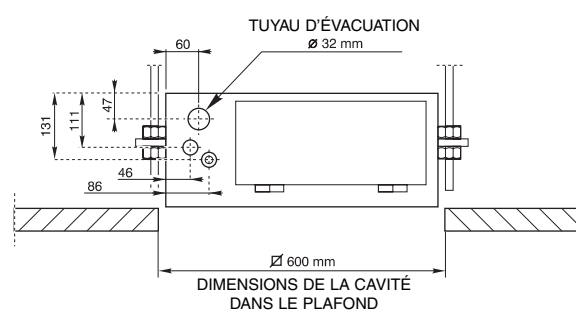

Fig. 6
2. Exécuter les ouvrages de maçonnerie dans le plafond de destination, en respectant les cotes indiquées sur la fig. 6.